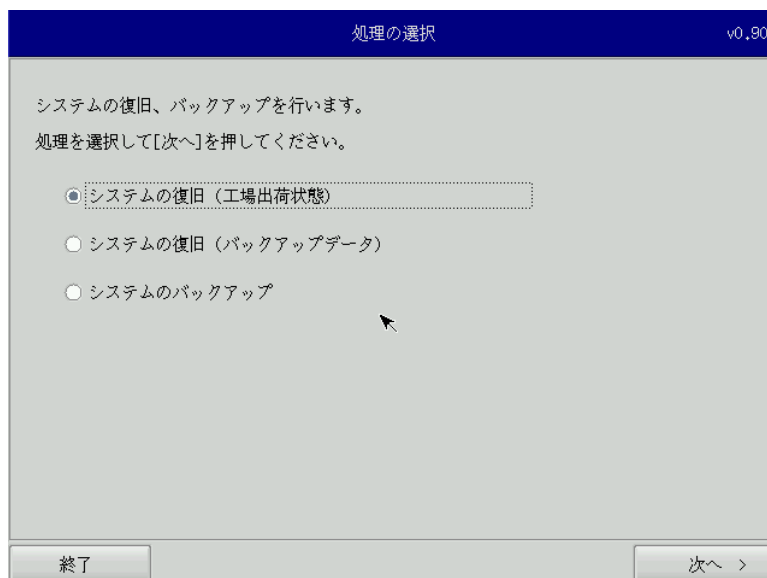

図 6-1-5. リカバリメイン画面
- ⑫ 再起動し、正常にリカバリDVDから起動すると図 6-1-5のリカバリメイン画面が表示されます。
- ① LAN ケーブルが接続されている場合は、LAN ケーブルを取り外してください。
- ② USB メモリ、SD カードなどのストレージメディアが接続されている場合は、ストレージメディアを取り外してください。
- ③ 「6-1-1 リカバリDVD起動」を参考にリカバリDVDを起動させます。
- ④ リカバリメイン画面（図 6-1-5）で[システムの復旧（工場出荷状態）]を選択し、[次へ]ボタンを押します。
- ④ リカバリメイン画面 (図 6-1-5) で[システムのバックアップ]を選択し、[次へ]ボタンを押します。
- ④ リカバリメイン画面（図 6-1-5）で[システムの復旧（バックアップデータ）]を選択し、[次へ]ボタンを押します。